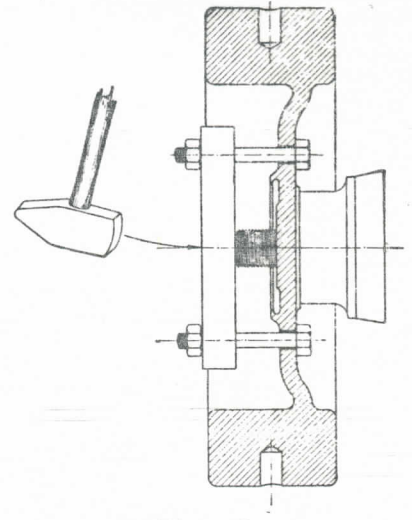

Fig. 18
81. Inrichting voor aitrekken van het vliegwiel; zie fig. 18. Moet het eenmaal vastgeslagen wiel later losgenomen worden, dan vervaardige men zich een eenvoudige aitrekinrichting, bestaande uit een stuk vierkant ijzer van ongeveer 3"x3", waarin twee gaten van 28 mm ϕ geboord worden, in onderlingen afstand overeenkomende met de beide gaten in het vliegwiel.